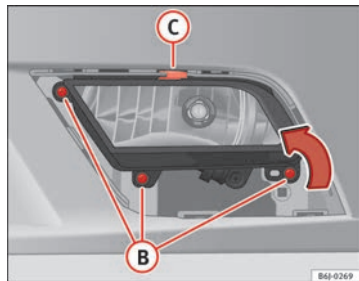

Fig. 171 Projecteur antibrouillard
- Retirez les vis (3x) $\Rightarrow$ fig. 171 **B** pour retirer le projecteur antibrouillard.
- Retirez l'agrafe métallique située sur la partie supérieure du projecteur antibrouillard vers l'extérieur du véhicule $\Rightarrow$ fig. 171 **C**.